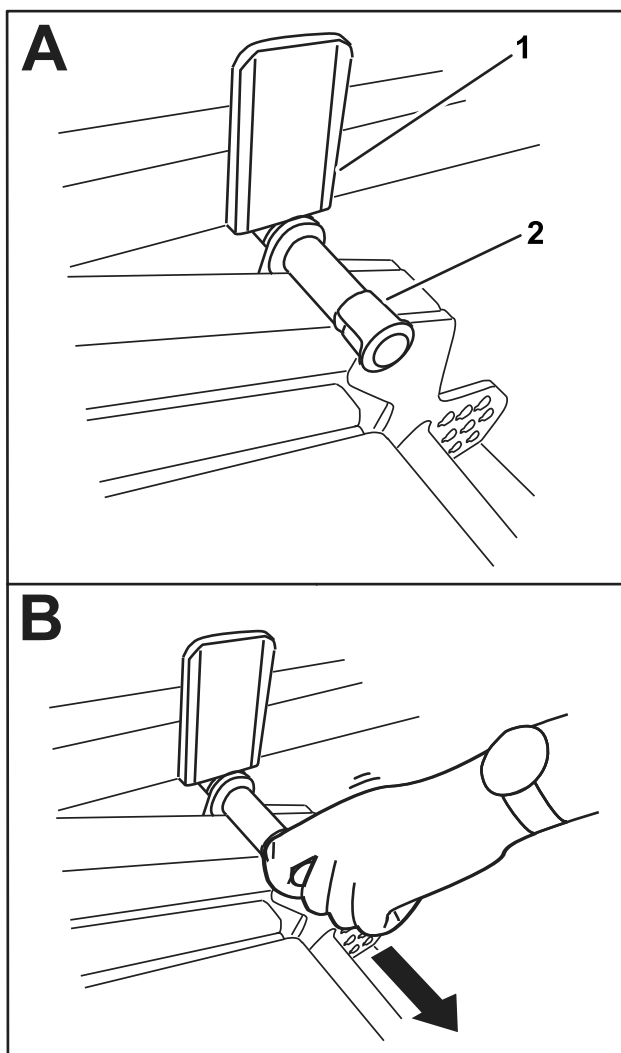

Figura 38
2. Gire la unidad de corte lentamente hacia abajo hasta que el pasador entre en contacto con la placa del brazo de elevación (A en la Figura 38).
3. Presione hacia abajo con el pie sobre la unidad de corte, luego tire hacia fuera del pasador (B en la Figura 38) para dejar que la unidad de corte se asiente en la posición de TRANSPORTE.